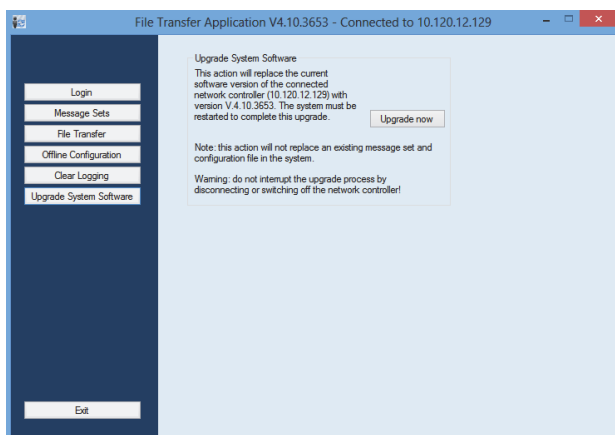

figure 37.5: Écran de transfert de fichier
- 1 Cliquez sur le bouton *Upgrade system software*. Un écran semblable à celui illustré à la figure 37.5 s'affiche.